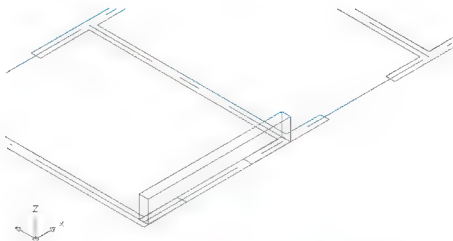

图 6.8 改变多段线的厚度
- (4) 利用【对象特性管理器】将多段线厚度修改为“600”, 结果如图 6.8 所示。